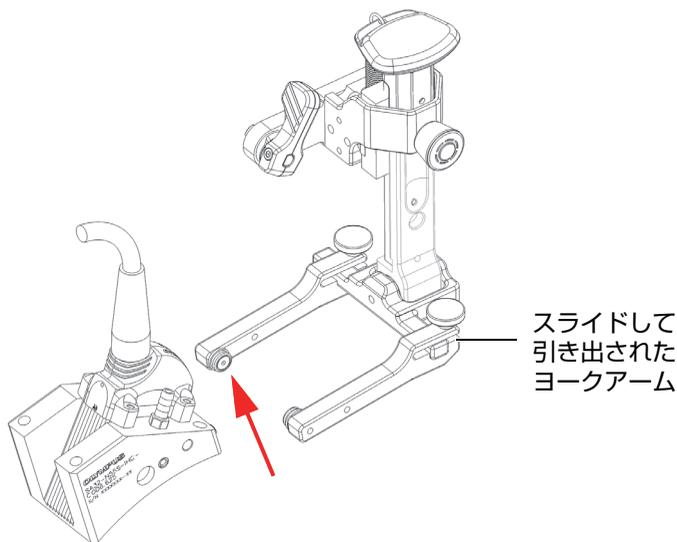

図 2-19 ウエッジのピボット穴をヨークアームのボタンに位置合わせする
3. プロブ / ウエッジアセンブリを再び取り付けるには、ウエッジのピボット穴を、スライドして引き出されていないヨークアームのボタンに位置合わせします (48 ページの図 2-19)。